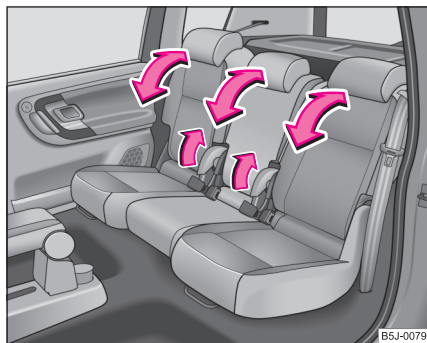

Fig. 52 Ajuste del respaldo
- Tirar de la palanca ⇒ página 76, fig. 52 y ajustar la inclinación de respaldo la deseada. ■
- Tirar de la palanca ⇒ página 76, fig. 52 y abatir el respaldo completamente hacia delante.